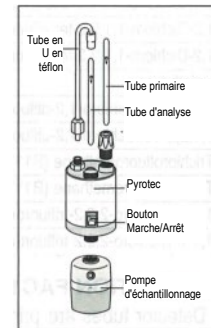

fig.1
5. Insérez le tube primaire et le tube d'analyse dans le Pyrotec de Gastec avec la flèche (G) du tube dirigée vers le système pyrolyseur Pyrotec de Gastec (fig. 1).